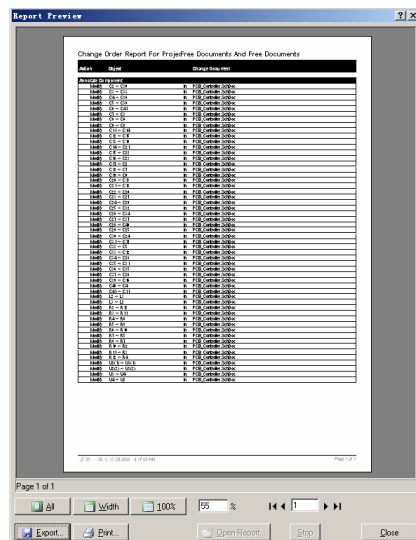

图 3.55 “Report Preview”窗口
(4) 单击“Report Change”按钮，打开如图 3.55 所示的“Report Preview”窗口。